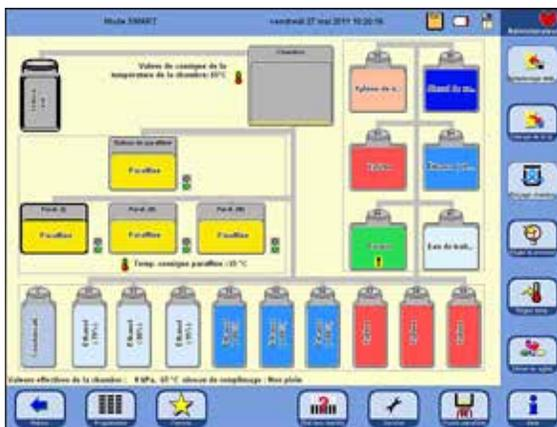

Fig. 181
- À l'aide du bouton **ÉCRAN SMART**, ouvrir l'écran **MODE SMART** (fig. 181).